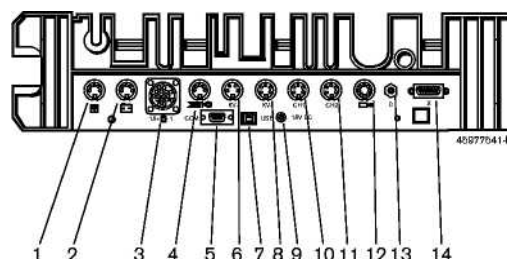

Рис.2. Панель подключений FSA 720 (вид сзади)
Датчики подключить к соответствующим гнездам измерительного модуля (рис. 2). Токовые щанги 30 А и 1000 А, а также кабель адаптера 1 684 465 513 присоединяются только при необходимости.
1. Подключить источник питания к FSA 720 (рис. 2, поз. 9).
1. Соединительный провод USB FSA 720 вставить в гнездо 7 (рис. 2).